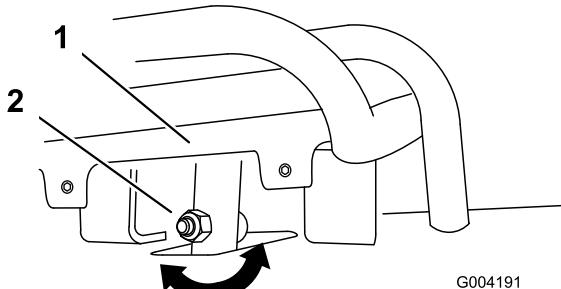
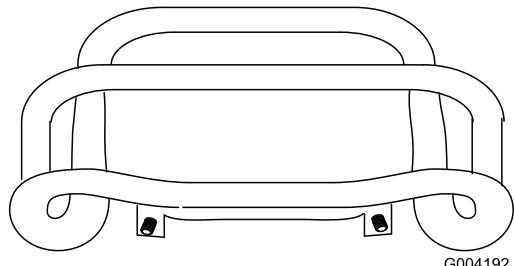

Figura 51
Figura 52
4. Se la parte anteriore del comando della trazione non rimane diritta e a filo con la barra di riferimento, allentate il dado flangiato e imbullonate lo stelo del comando della trazione (Figura 51).
5. Regolate il comando della trazione in modo che rimanga a filo con la barra di riferimento quando viene tirato all'indietro (Figura 51 e Figura 52).
- Allentate il dado flangiato e il bullone nello stelo del comando della trazione (Figura 51).
- I. Regolate il comando della trazione in modo che rimanga a filo con la barra di riferimento quando viene tirato all'indietro (Figura 51 e Figura 52).